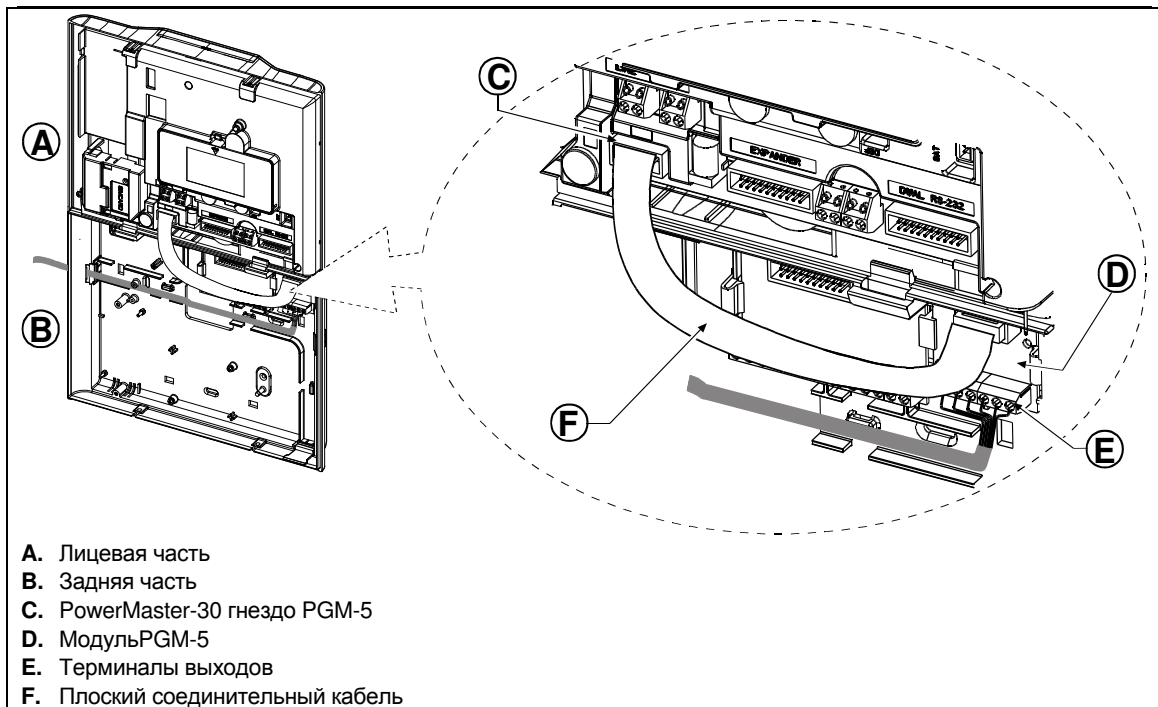

Рисунок 3.19 – Установка модуля PGM-5
**Важно:** во время монтажа модуля прокладывайте соединительный кабель как показано на Рис. 3.19., для того чтобы предотвратить влияния антенн на работу модуля.